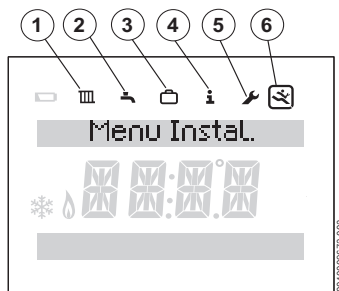

Fig. 13 Affichage du menu installateur
- Appuyer sur les touches **menu** et  pour afficher le menu principal avec le menu de service (→ fig. 13).